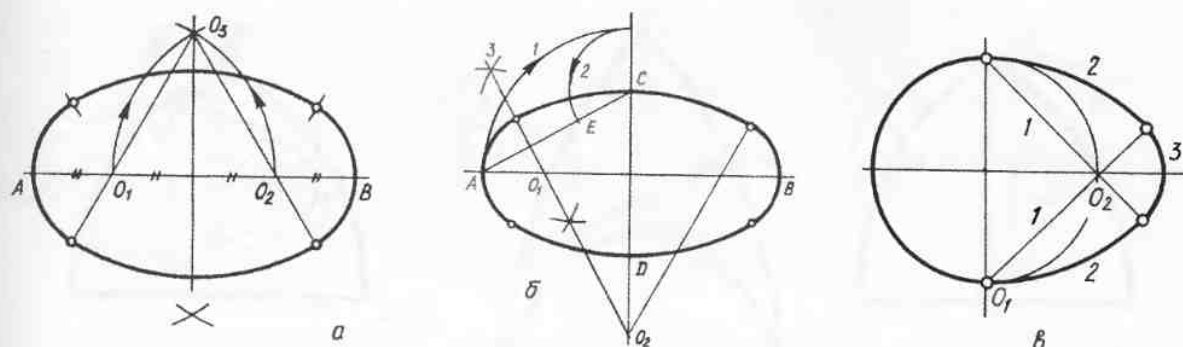

Рис. 205. Построение овала: а — в пропорции золотого сечения (1,62); б — по размерам заданных осей  $AB$  и  $CD$ ; в — построение овоида
**Построение овалов.** Замкнутая овальная кривая получается сопряжением дуг. При заданной длине построение овала лучше делать в пропорции золотого сечения, как показано на рис. 205, а. Ось  $AB$  делится на четыре части, в результате чего получаются центры  $O_1$  и  $O_2$  маленьких дуг. Центр  $O_3$  большей дуги лежит на пересечении дуг, проведенных из  $O_1$  и  $O_2$  радиусом  $O_1O_2$ . Для построения более широкого овала ось  $AB$  делится на три части.
Построение овала по его заданным осям приведено на рис. 205, б. Центры сопрягаемых дуг находятся на линии, проходящей через середину  $AE$ . Последовательность построения  $AE$  показана цифрами 1 и 2.
**Овоид.** Овал, имеющий одну ось симметрии, называется овоидом. На рис. 205, в последовательность построения овоида
построить точки только на четверти эллипса, а затем циркулем подобрать сначала радиус дуги, которая совпадает с большинством точек в крутой части эллипса, и затем второй радиус для ее пологой части. Полученные дуги немного не стыкуются. Эти участки доводятся от руки. Радиусы, подобранные на четверти эллипса, определяют полные дуги с обеих сторон эллипса. Симметрия кривой при этом гарантирована. Необходимое условие для такого построения (см. рис. 205, а) — расположение осей точно под прямым углом одна к другой.